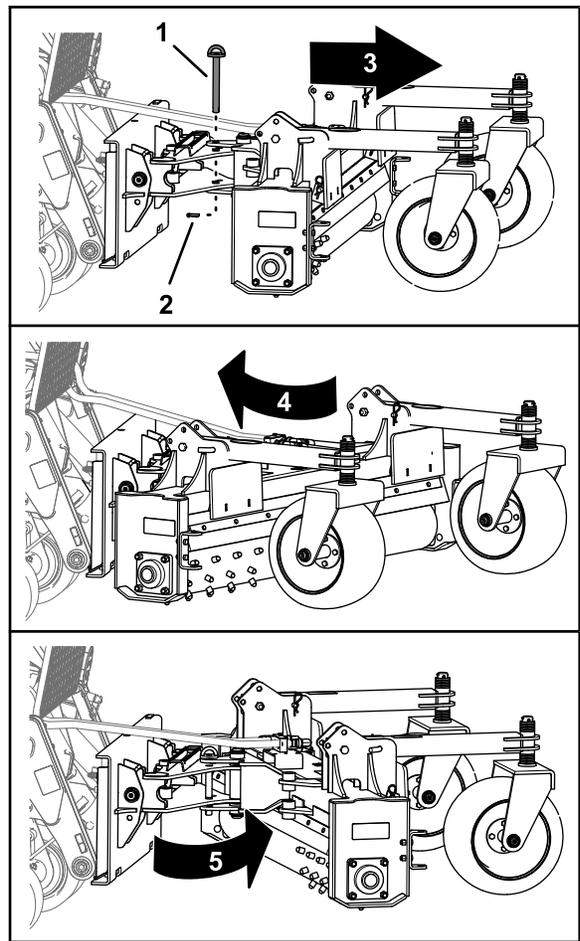

Figura 7
4. Retire el pasador de seguridad y el pasador de inclinación (**Figura 7**).
5. Gire el rastrillo giratorio hacia la derecha, hacia la izquierda o hacia adelante, dependiendo del sentido de descarga deseado (**Figura 7**).